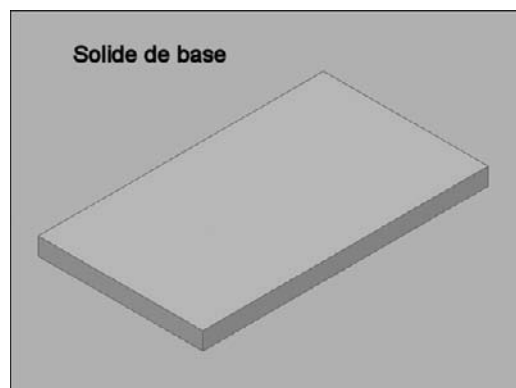

Fig.17.40
- 1 Modélisez le solide de base. Par exemple une boîte (fig.17.40).